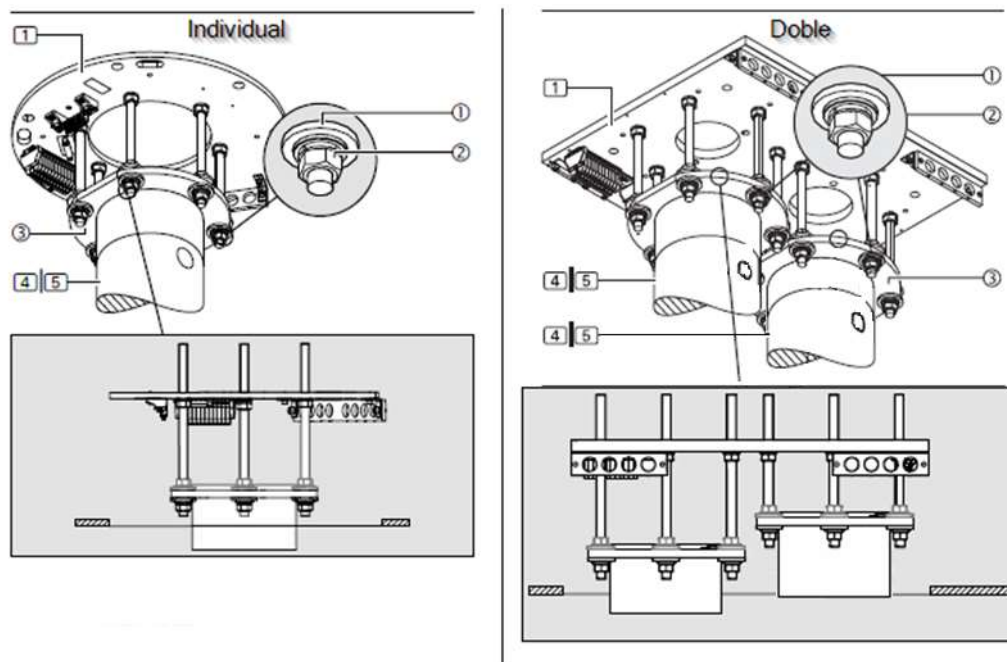

Abb. 15 Ausrichten der Arme mit der Schnittstellenplatte
- Befestigen Sie die Deckenrohrschelle (6) sicher oder bringen Sie sie mit einer geeigneten Hebevorrichtung unter den Gewindebolzen M16 (1) der Schnittstellenplatte (1) an.
- Setzen Sie die Dachrohrschelle (6) auf die 6 Gewindebolzen M16 (1) der Schnittstellenplatte (1).
- Entfernen Sie das zuvor angebrachte Klebeband oder Gummiband von den Gewindebolzen (1).
- Setzen Sie für jede Gewindebolzen M16 (1) 1 Kunststoff-Isolierscheibe (2) (wie in Abbildung 15 dargestellt) so ein, dass die Unterlegscheibe mit einem Außendurchmesser von 34 mm (3) auf der Kunststoff-Isolierscheibe (2) sitzt.
- Setzen Sie für jede Gewindeschraube M16 (1) 1 Unterlegscheibe mit einem Außendurchmesser von 34 mm (3), 1 Federscheibe (4) und 1 Sechskantmutter M16 (5) auf.